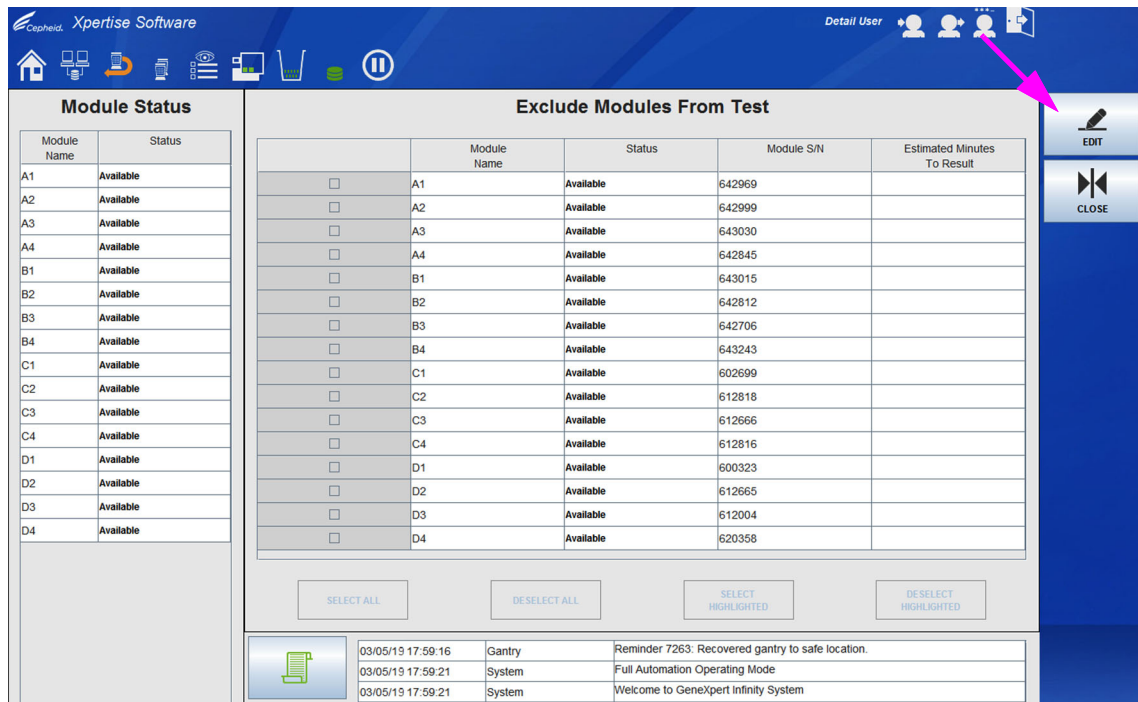
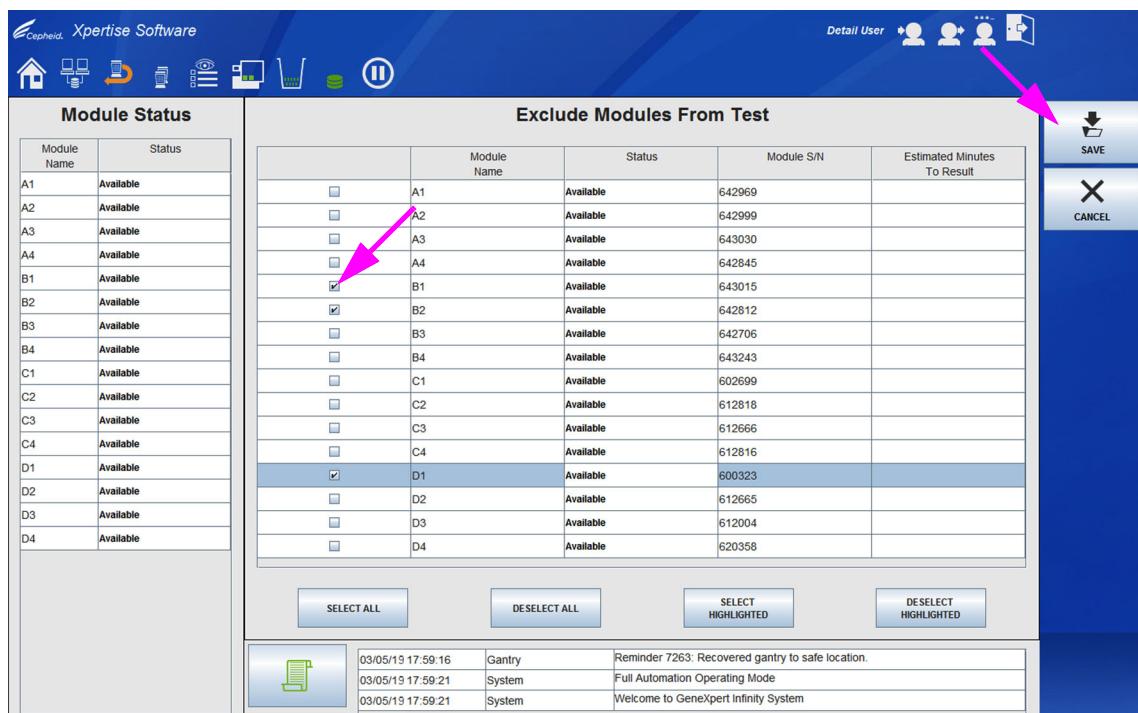

図 9-67. モジュールのテストからの除外ワークスペース
図 9-68. モジュールのテストからの除外ワークスペース
3. GX メンテナンス (GX Maintenance) メニューで、**モジュールのテストからの除外 (EXCLUDE MODULES FROM TEST)** ボタン (図 9-58 を参照) を選択して、モジュールのテストからの除外 (Exclude Modules From Test) ワークスペースを表示します。図 9-67 を参照。
4. モジュールのテストからの除外 (Exclude Modules From Test) ワークスペースで、**編集 (EDIT)** ボタンを選択します (図 9-67 を参照)。これで、モジュールのテストからの除外 (Exclude Modules From Test) ワークスペースが有効になり、図 9-68 に示すように編集できます。
6. モジュールのテストからの除外 (Exclude Modules From Test) ワークスペースでモジュールを選択または選択解除した後、**保存 (SAVE)** ボタンを選択して変更を保存するか (図 9-68 を参照)、**キャンセル (CANCEL)** ボタンを選択して変更をキャンセルします。